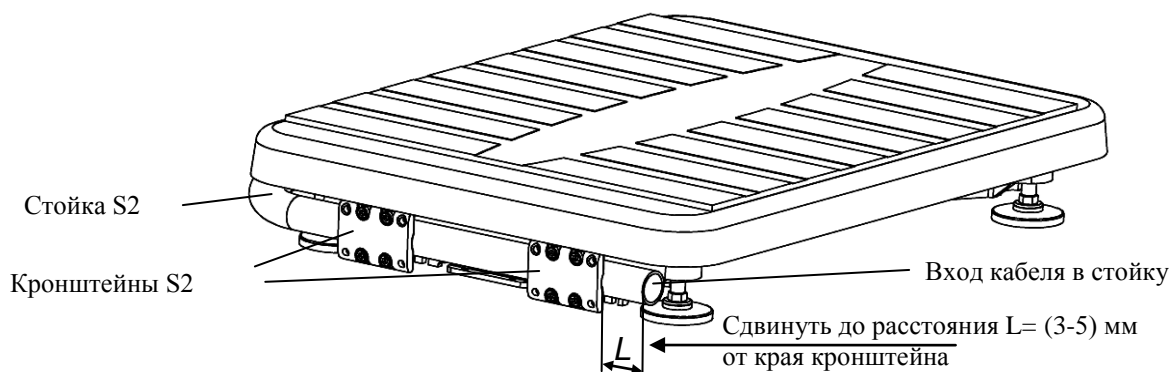

Рис. 6.2 - Крепление круглой вращающейся стойки
- В основании весов сдвинуть стойку в направлении указанном стрелкой (Рис. 6.2), обеспечив расстояние  $L = (3-5)$  мм от ее края до края кронштейна.
- Излишек кабеля на входе в стойку (Рис. 6.2) заправить внутрь стойки.